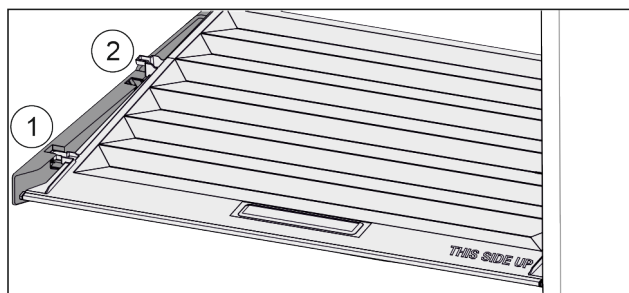

Fig. 102
- ▶ Træk dækslet fremad til åbning i holdedelene Fig. 102 (1).
- ▶ Løft nedefra og bevæg det opad og ud Fig. 102 (2).